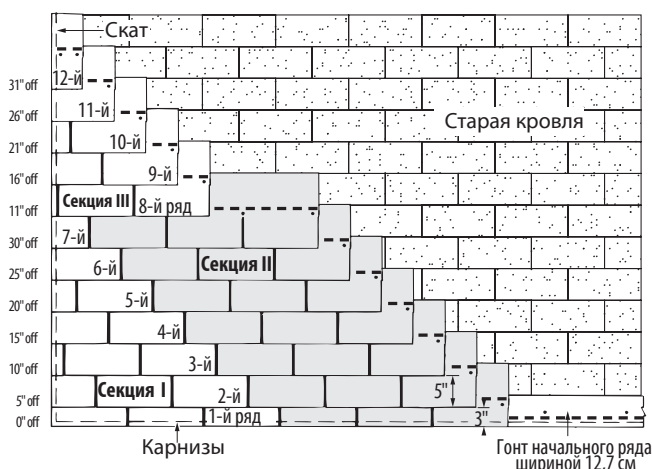

Рис. 10-21. Двенадцать вверх, на пять обрезка, встык.
1-й РЯД: Первый ряд укладывается из полосовых гонтов размером 25,4 х 91,4 см, изготовленные путём обрезки язычков стандартных гонтов в нижней части на 5 см. Расположите верхний край полосовых гонтов таким образом, чтобы он соединялся встык с язычками гонтов старого третьего ряда (Рис. 10-21).
1. В начале второго ряда отрежьте 12,7 см от левого края гонта и расположите его верхний край встык с кромкой гонта в старом четвертом ряду (Рис. 10-21).
1. В начале восьмого ряда отрежьте 27,9 см от левого края гонта и уложите оставшийся кусок шириной 63,5 см на гонт седьмого ряда, выровняв его по левому краю седьмого ряда (Рис. 10-21).